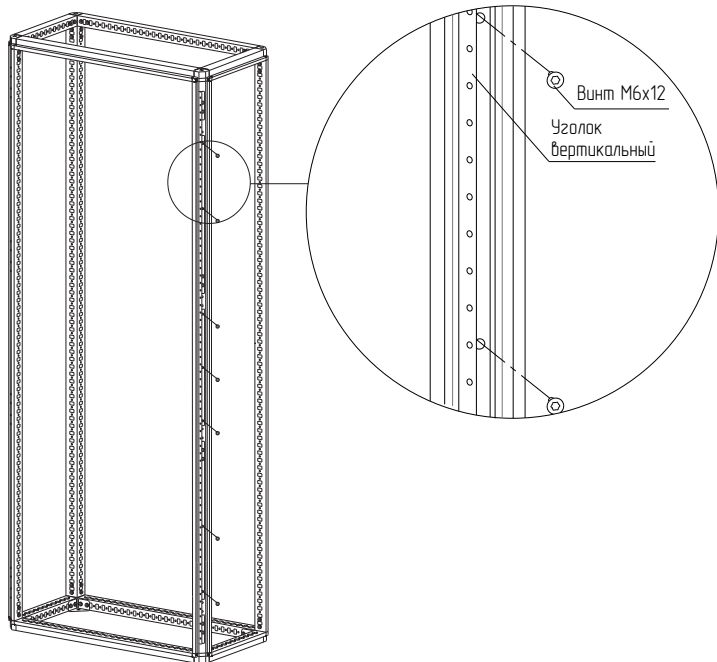

Рисунок 50
4.26.3 Закрепите уголок дополнительными винтами М6х12, в просверленные отверстия (рисунок 50) момент затяжки – 7 Н·м.